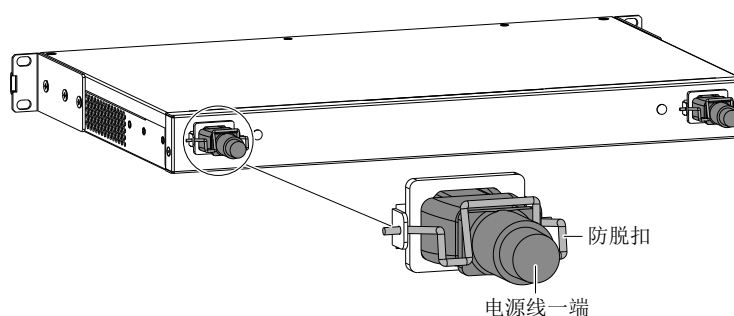

图2-3 电源防脱扣示意图
1. 根据供电端接口类型选择 C14 或国标线缆（RDU-A G2 附件），取出对应的电源线，一端连接到 RDU-A G2 主机的电源输入接口，并将如图 2-3 所示的防脱扣卡上。